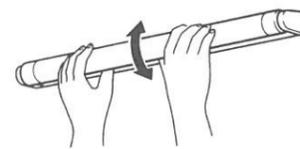

図 2
- ③蛍光灯の両端を持ち、上側を手前に引くようにしながら「カチッ」という音がするまで回します。(図 2)
- ④そのまま、手前に引き抜くようにして取り外します。
- ⑤グローランプの交換は台座の右側の開口部にあるグローランプを左に回して取り外します。
- ⑥新しいグローランプを右に回して取り付けます。
- ⑦新しい蛍光灯を外した時の逆の手順ではめ込みます。
- ⑧照明カバーの上面と下面を軽く挟んで持ち、奥に押し込んでめめます。
- ⑨照明用スイッチを入れ、蛍光灯が点灯することを確認します。